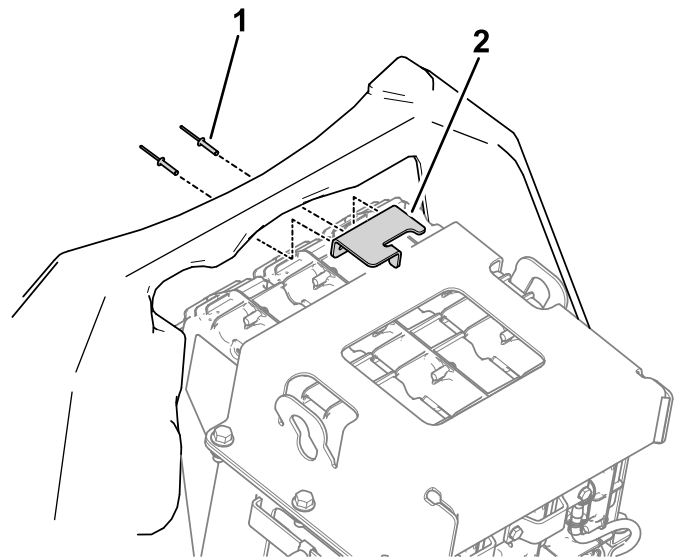

Figur 52
3. Brug låsekontramøtrikken, afstandsbøsningen og låsepladen til at fastgøre låsen til motorhjelm (Figur 52).